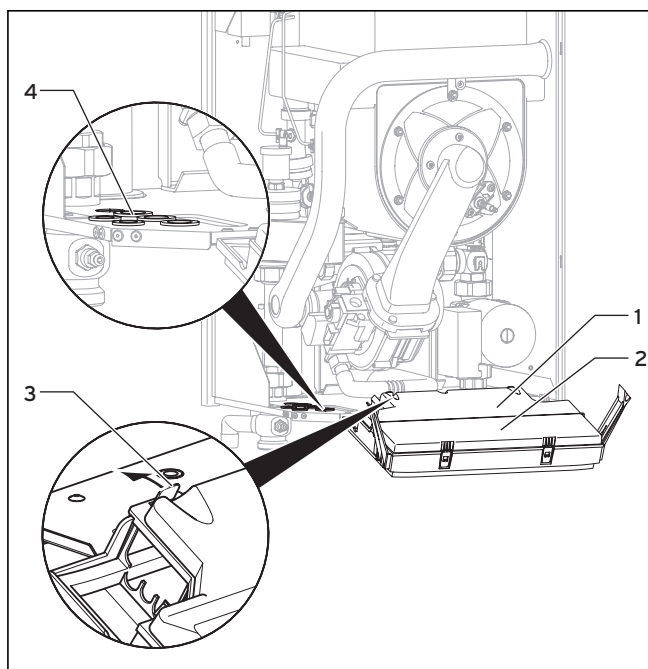

Fig. 5.13 Abrir la tapa trasera de la caja electrónica
- Retire la tapa frontal de la caldera (véase cap. 4.8) y abata hacia delante la caja electrónica (1) (véase fig. 5.13).
- Desenganche la tapa trasera (2) de la caja electrónica en las zonas (3) y abata la tapa hacia arriba (véase fig. 5.13).
- Tienda las líneas de conexión de los correspondientes componentes a conectar a través de las guías de cables (4). Deje las juntas existentes para estanqueizar la cámara de depresión en las otras guías de cables.